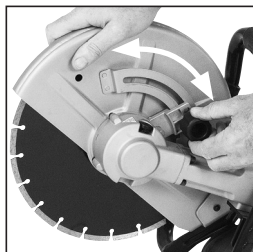

Fig. 6
- Afloje el pomo de bloqueo del protector del disco y gire el disco hasta la posición requerida. (**Fig. 6**)